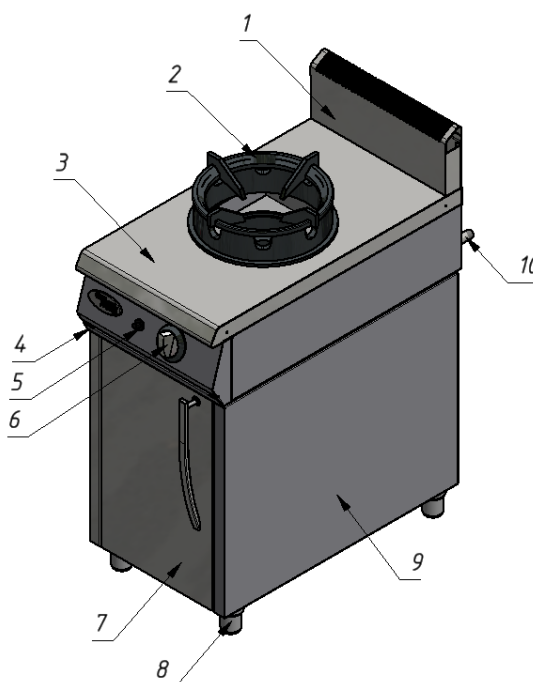

Рисунок 2 – Устройство плиты газовой Ф1ДГ/800
8.2. Для включения газовой горелки нажмите на ручку переключения газового крана горелки и в нажатом состоянии поверните ее влево. При этом знак символ искры зажигания на трафарете ручки устанавливается напротив метки на панели управления. Одновременно произведите поджог газа, выходящего из запальной горелки (пилота) при помощи кнопки пьезоподжига (рис.2, поз.5). Также Вы можете поджечь газ с помощью спички, электро- или пьезозажигалки.